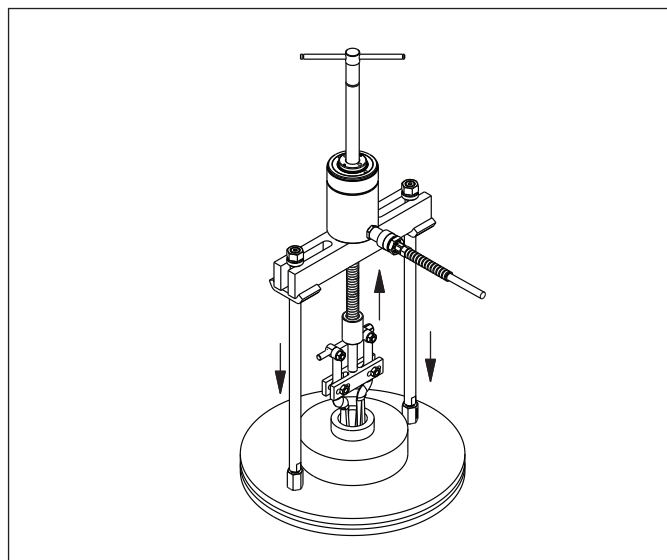

Figura 15, Conjunto Saca Polia com Acessório saca capa de rolamento (típico)
- Instale o extrator no rolamento a ser removido. Alinhe as pernas do extrator e garras do conjunto saca capa de rolamento. Veja Figura 15.